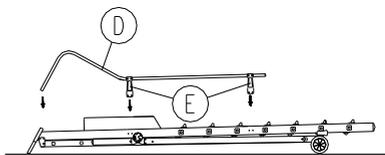

Fig.42
- (fig. 42) girare la scala sottosopra, sempre lasciandola poggiata a terra, innestare i corrimani **D**): superiormente nelle sedi poste all'estremità del tronco di salita ed inferiormente e in posizione intermedia collocando i supporti in plastica **E**) in corrispondenza degli appositi fori sui montanti del tronco di salita. Fissare superiormente con le 2 viti M6x35 + dadi autobloccanti ed i vari supporti ognuno con 2 viti M6x40 + dadi autobloccanti avendo cura di posizionare le teste dei rivetti di bloccaggio del corrimano sui supporti verso l'interno della scala.